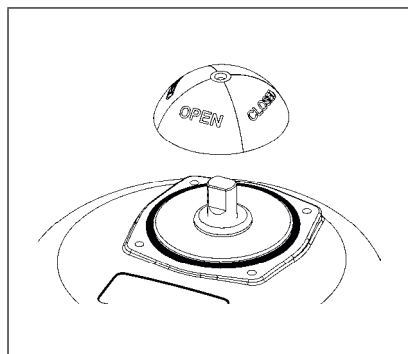

Bild 9: Stellungsanzeiger Demontage
- Stellungsanzeiger entfernen (siehe „Bild 9“).